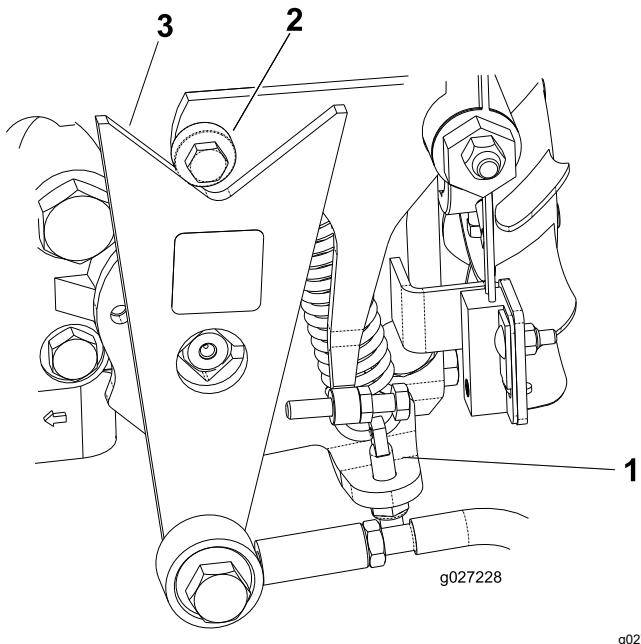

Figura 43
- Se as rodas rodarem na direção certa, desligue o motor e ajuste a mola ajustando o bloqueio do pino (Figura 43). Ajuste a posição neutra da tração; consulte Ajuste da posição neutra da transmissão de tração (página 37).